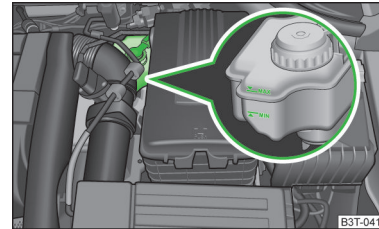

Abb. 168
- Ist der Flüssigkeitsstand unter die MIN-Markierung abgesunken » Abb. 168 auf Seite 199, 🚫 nicht weiterfahren - es besteht Unfallgefahr! Die Hilfe eines Fachbetriebs in Anspruch nehmen.
Der Vorratsbehälter für Bremsflüssigkeit befindet sich im Motorraum » Abb. 168.
- Den Bremsflüssigkeitsstand am Behälter prüfen » Abb. 168.